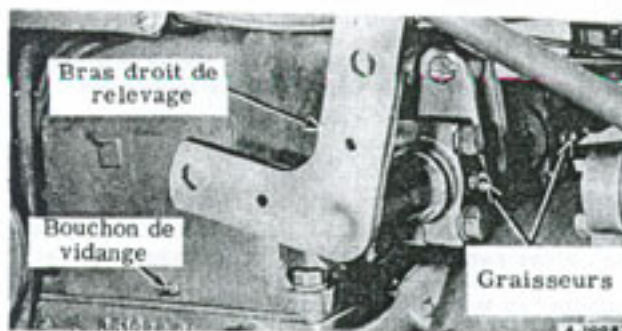

Figure 68
2. Enlevez le bouchon de remplissage (fig. 66) et le bouchon de vidange (fig. 68) et mettez-les dans un récipient propre.
Chaque jour ou toutes les 10 heures de fonctionnement, lubrifiez les bras de relevage et les paliers à l'aide des graisseurs. Voyez fig. 68. Donnez 2 ou 3 coups de pistolet graisseur (graisse à châssis) ou suffisamment de graisse pour chasser la vieille graisse et les saletés vers l'extérieur.